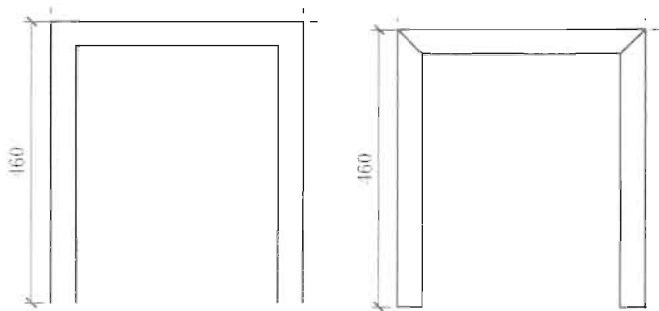

图 4-179
(3) 单击“修改”工具栏中的“偏移”按钮, 将这3条线段向内偏移40mm, 然后修剪掉多余部分, 再用直线将图形对应的端点连接起来, 如图4-179所示。